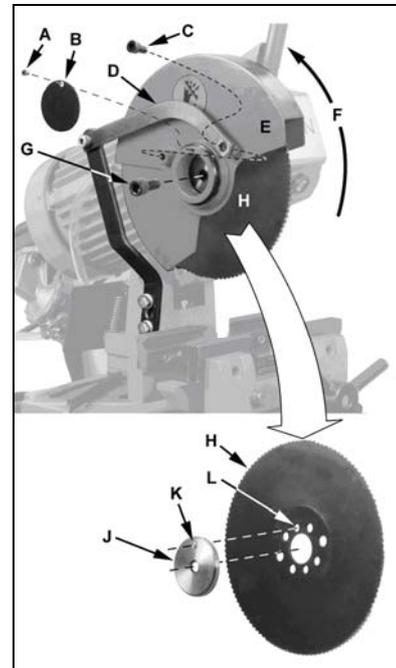

Рис. 5
Выкрутите винт (A, Рис. 5) и снимите заглушку (B).